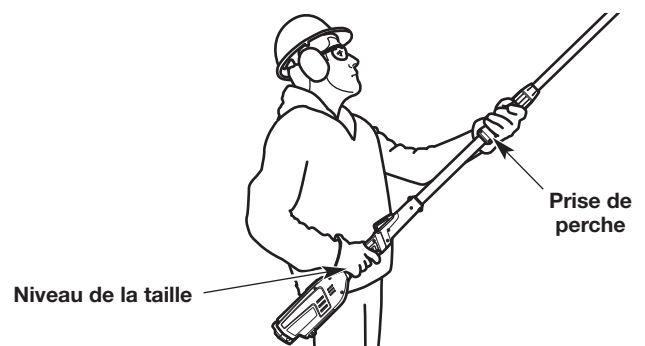

Fig. 13
- Tenez l'appareil à hauteur de votre taille (Fig. 13).